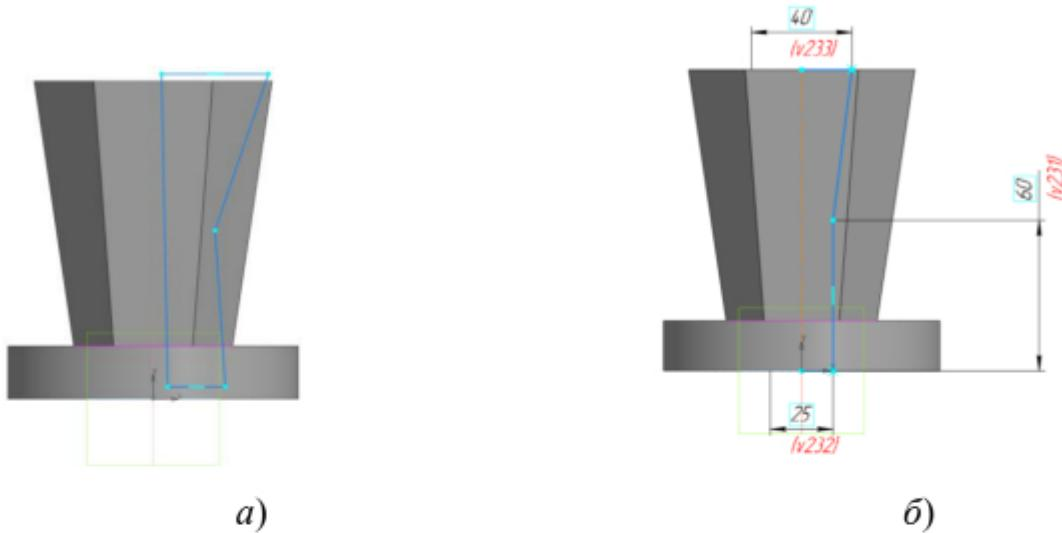

Рис. 22 Эскиз для команды «Вырезать вращением»: а – геометрия эскиза, б – зависимости в эскизе
- Плоскость XZ – Создать эскиз (рис. 22).
Для построения эскиза использована команда «Отрезок» (см. рис. 22, а). К примитиву Отрезок применены ограничения: геометрические («Выравнивание» по вертикали и по горизонтали, «Объединить точки») и размерные. Для вертикального отрезка, проходящего через начало координат, изменить тип
линии на Осевую. Это упростит нанесение размеров диаметров цилиндра и усеченного конуса (см. рис. 22, б).
Параметры операции Вырезать вращением: результат операции – вычитание; сечение – Эскиз 5 (рис. 22); ось – ось Эскиза 5 (см. рис. 22); угол поворота – 360^0 .